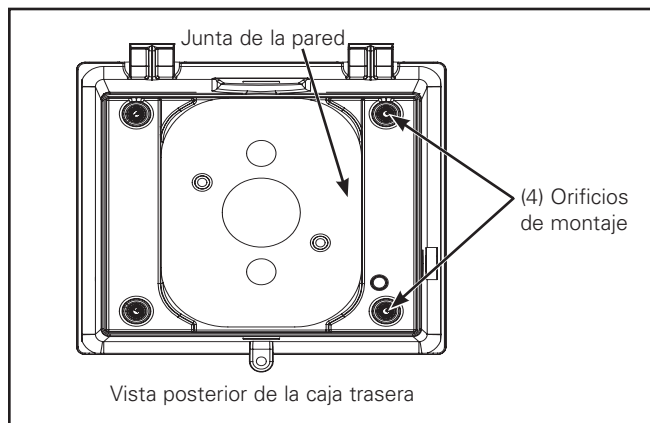

Figura 1.
2. Coloque la caja trasera invertida sobre una superficie sólida. Utilizando una broca de 9/32 in, perforo los cuatro orificios de montaje. (Figura 1.)